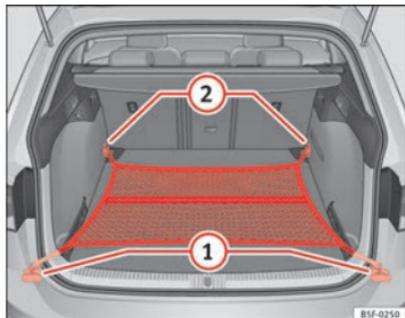

Abb. 108 Im Gepäckraum: flach eingehängtes Gepäckraumnetz (Modell LEON ST).
- Heben Sie ggf. die vorderen Verzurrösen \Rightarrow Abb. 108 (2) an.
- Hängen Sie die Haken in die Verzurrösen (2) \Rightarrow Δ ein. Der Reißverschluss des Gepäckraumnetzes muss dabei nach oben zeigen.
- Hängen Sie die Haken in die Verzurrösen (1) ein.